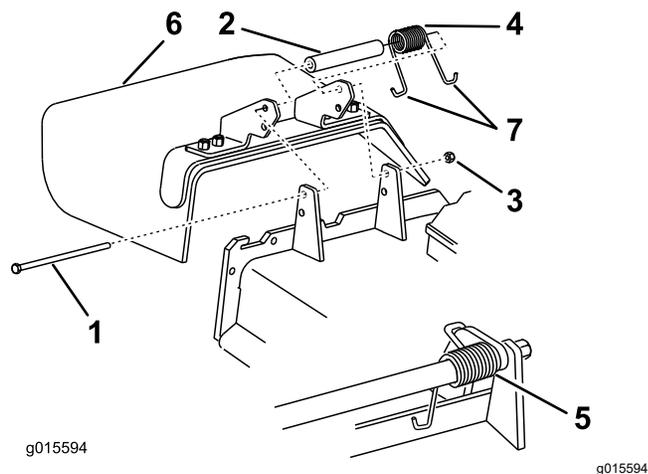

Рисунок 121
1. Снимите контргайку, болт, пружину и проставку, удерживающие отражатель на кронштейнах оси поворота (Рисунок 121).
2. Снимите поврежденный или изношенный отражатель травы (Рисунок 121).
Примечание: Убедитесь, что J-образный зацеп пружины установлен за краем деки, прежде чем устанавливать болт, как показано на Рисунок 121.
6. Поместите один J-образный зацеп пружины рядом с отражателем травы (Рисунок 121).